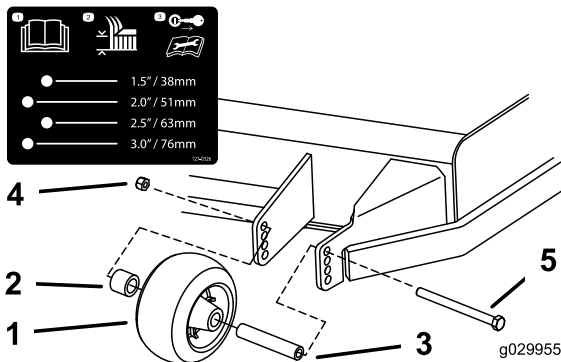

Figura 29
3. Regolate i rulli antistrappo come illustrato nella Figura 29.